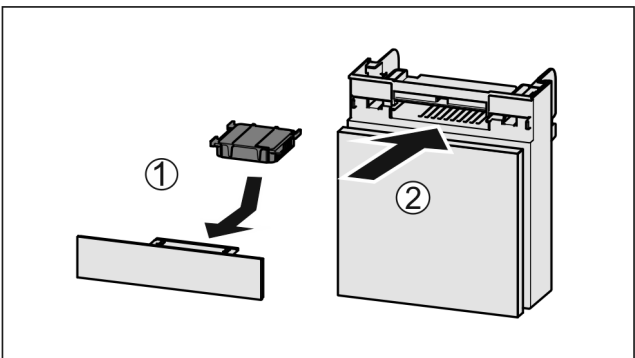

Fig. 98
- ▶ 按图装入 Fig. 98 (1) 活性炭过滤器。
- ▶ 推入 Fig. 98 (2) 抽屉。